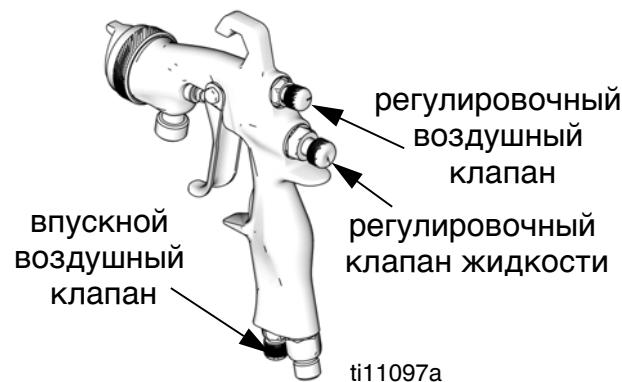

Рис. 3
- Для получения формы полного распыления откройте регулировочный воздушный клапан, повернув рукоятку против часовой стрелки до упора. См. Рис. 3.